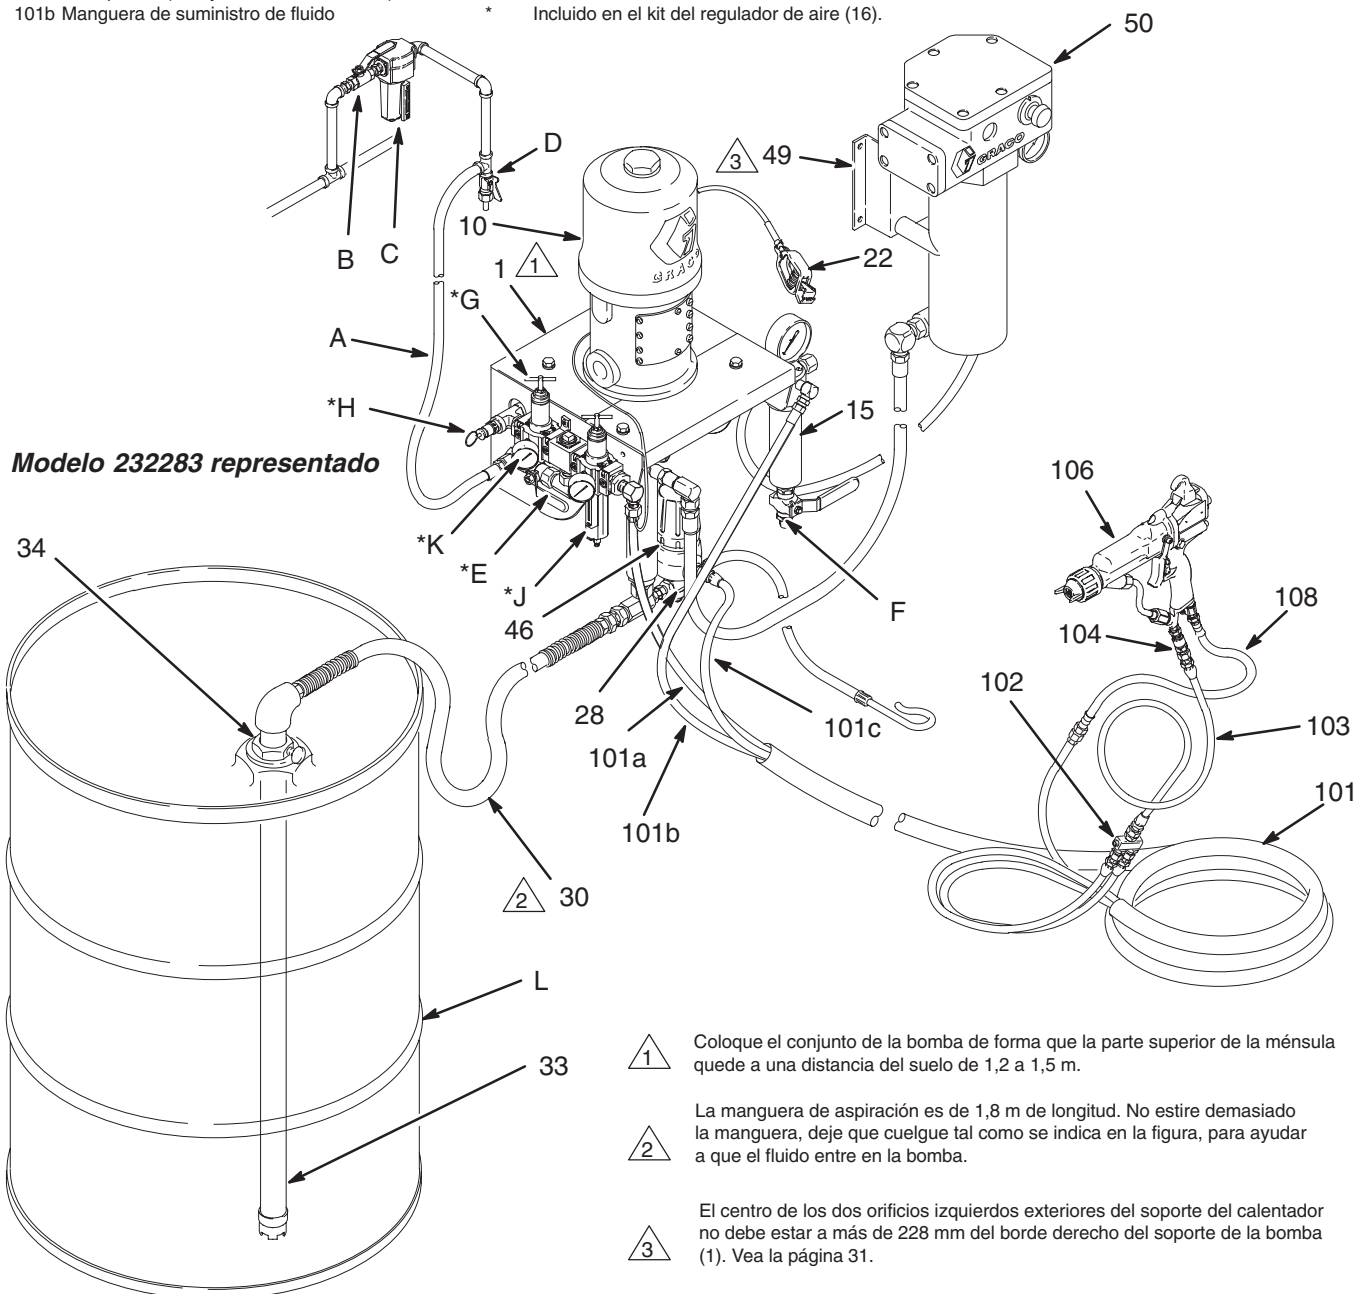

Fig. 3
Consulte la Fig. 3.
**NOTA:** Consulte la Fig. 3, el diagrama de piezas de la página 30 y la disposición de los orificios de montaje, en la página 31.
2. Coloque la placa de montaje de la ménsula (39) en la pared, de forma que el extremo con el gancho quede dirigido hacia arriba. Consulte la página 31. Coloque la placa de forma que el borde superior quede a una distancia del suelo de 1,2 a 1,5 m. Compruebe que la placa está nivelada. Marque dos orificios en la pared, usando la placa como plantilla. Perfore dos orificios y sujete la placa con pernos y arandelas de 13 mm.
3. Usando dos personas, levante el conjunto de la bomba y cuélguela de la ménsula (1) situada en la placa de montaje (39). Una de las personas debe sujetar en su sitio el conjunto de la bomba mientras la otra persona comprueba que la ménsula de la bomba (1) está nivelada. Marque cuatro orificios en la pared, usando la ménsula de la bomba como plantilla. Saque la ménsula de la placa de montaje (39).